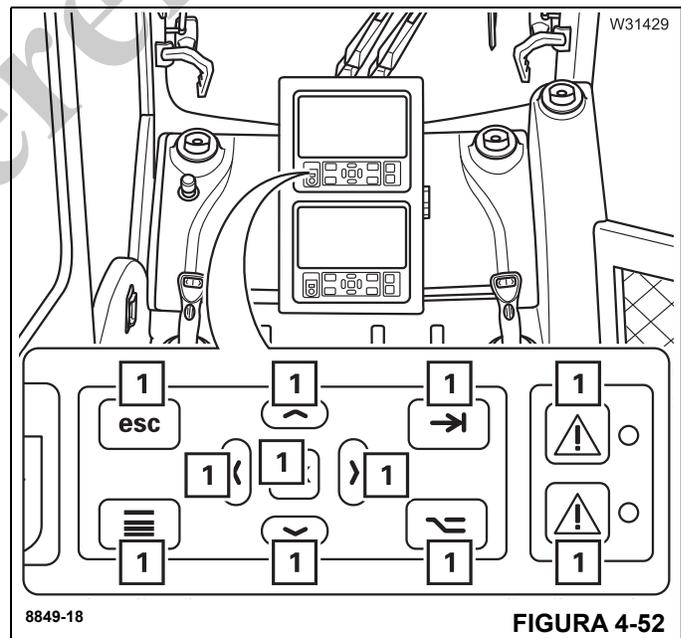

FIGURA 4-52
Verifique que las luces (1), (Figura 4-52), se iluminen brevemente después de conectar el encendido.